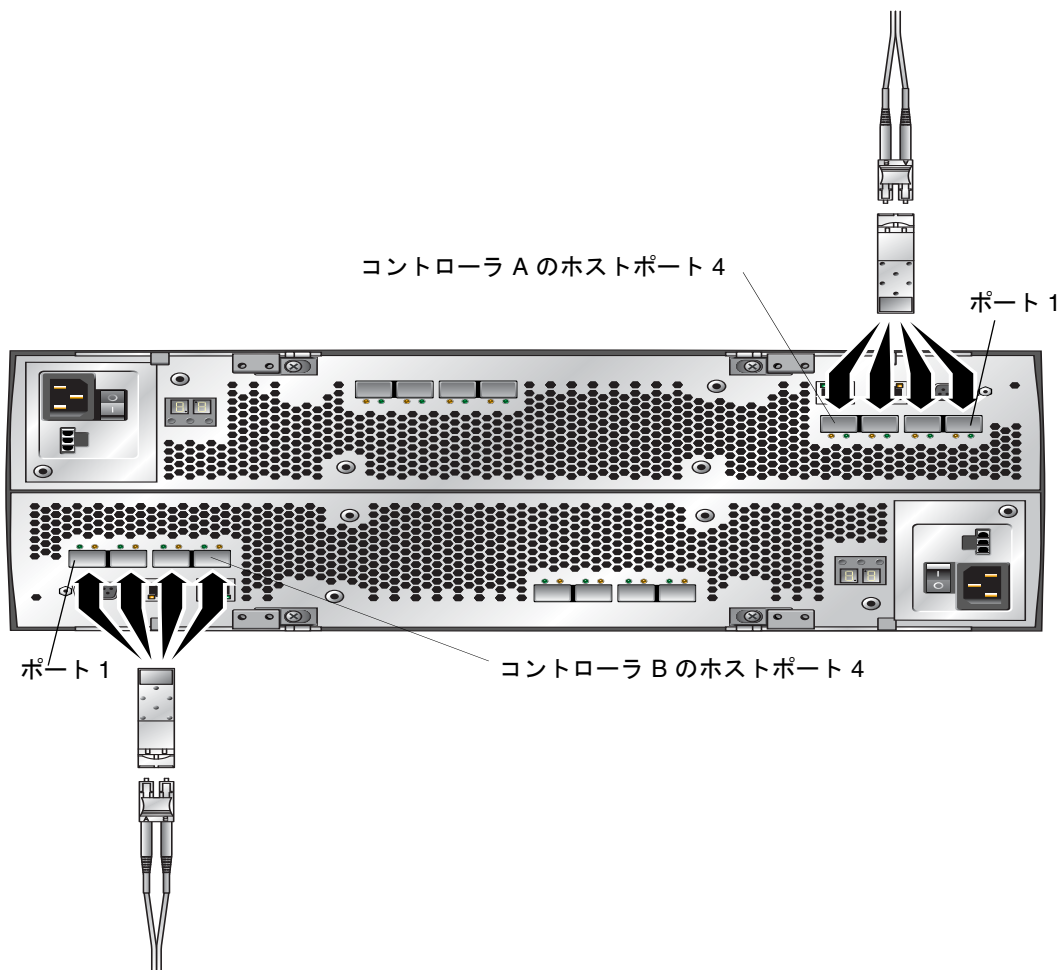

図 3-2 データホストのポート
1. データホストポート (SFP (Small Form-factor Pluggable) トランシーバ) は、コントローラトレイの背面にあります (図 3-2)。
1. データホストポートはコントローラトレイの背面にあります (図 3-2)。